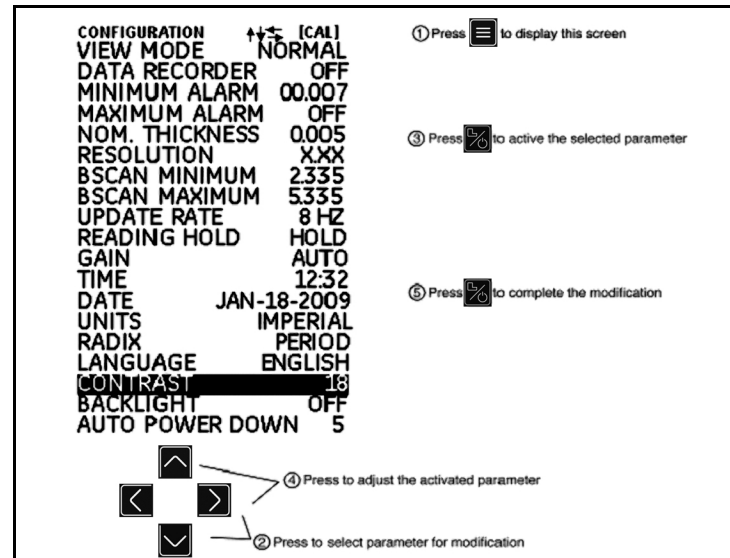

Abbildung 9: Das Konfigurationsmenü
Vor Verwendung des DM5E müssen die auf der folgenden Seite aufgeführten Einstellungen in der Ansicht *Konfiguration* wie folgt programmiert werden (siehe *Abbildung 9*):
1. Drücken Sie  um die Ansicht *Konfiguration* anzuzeigen (siehe *Abbildung 9 auf Seite 21*).